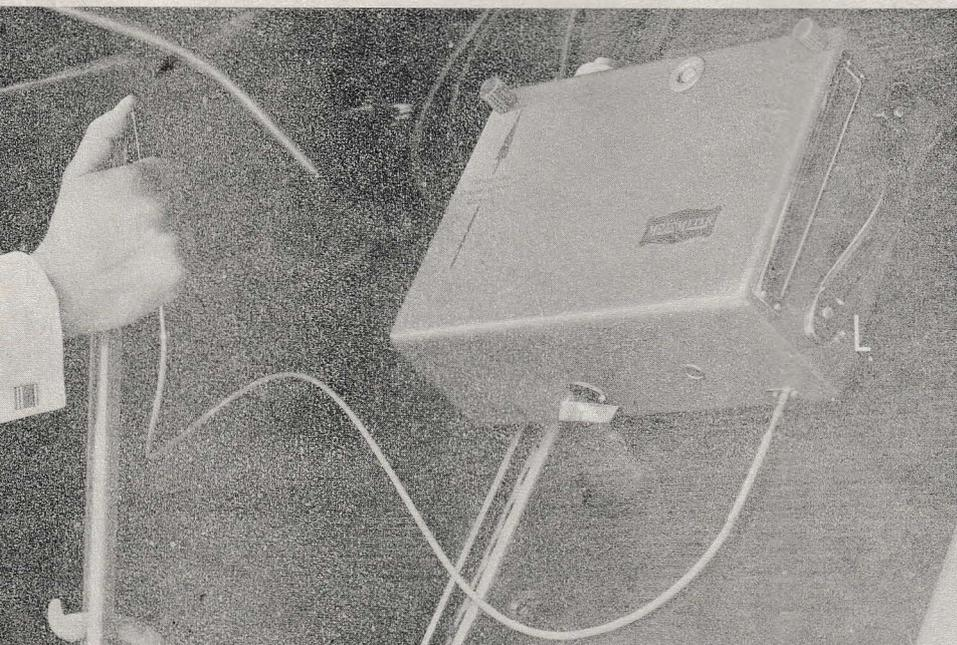

Bild 3
In diesem Fall wird das Laufwerk unmittelbar vor Beginn der Messung durch einen Handauslöser (C) betätigt. Der Pedalkraftgeber (B) tritt dabei nicht in Aktion. Die Durchführung der Messung selbst erfolgt wie vorher beschrieben (Bild 3), bei einer Ausgangsgeschwindigkeit von ca. 20 km/h.